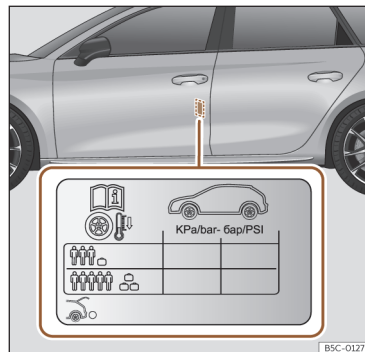

Fig. 227 Localização do autocolante da pressão de ar dos pneus.
- Adapte a pressão dos pneus à carga transportada pelo veículo >>> **Fig. 227.**
Os valores da pressão de enchimento indicam-se na etiqueta autocolante situada na zona posterior da moldura da porta dianteira esquerda >>> **Fig. 227.**
A pressão dos pneus tem de ser ajustada à carga momentânea do veículo. Se pretender utilizar o veículo com a carga máxima, terá de aumentar a pressão dos pneus para o valor máximo indicado na etiqueta >>> **Fig. 227.**
No caso de uma roda de emergência mais estreita (125/70 R16 ou 125/70 R18), encher a 4,2 bar de pressão segundo indicado na etiqueta de pressão dos pneus >>> **Fig. 227.**
- O condutor é responsável por garantir que todos os pneus do veículo estejam cheios com a pressão correta. A pressão de ar recomendada é indicada num autocolante >>> **Fig. 227.**
- Com os pneus a frio, deverá manter-se sempre a pressão indicada no autocolante >>> Fig. 227.